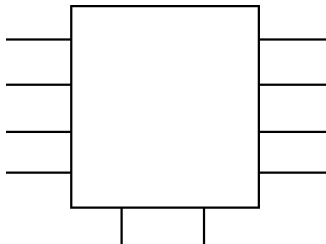

图 15-18 修剪直线
(5) 单击“默认”选项卡“修改”面板中的“修剪”按钮, 修剪图中的水平和竖直直线, 并删除掉其中多余的直线, 结果如图 15-18 所示。